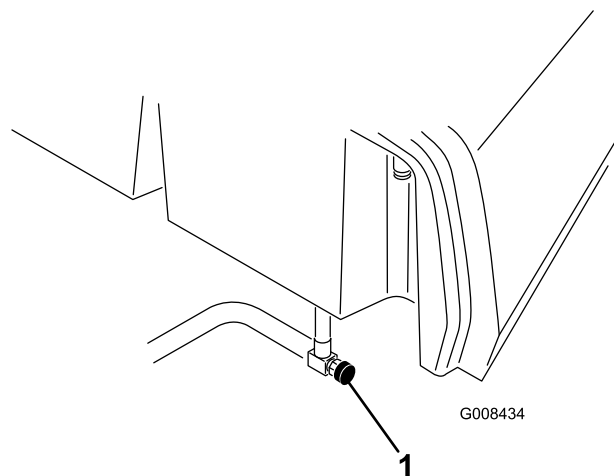

Figure 46
- Fermez le robinet d'arrivée de carburant (Figure 46) sous le réservoir.